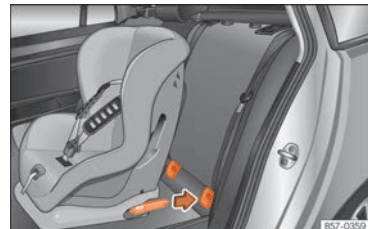

Abb. 30 Rück sitze: Einbau des Kindersitzes mit dem ISOFIX-System.
- Stecken Sie den Kindersitz auf die „ISOFIX“-Halteösen, bis der Kindersitz sicher und hörbar einrastet »» **Abb. 30**. Wenn der Kindersitz